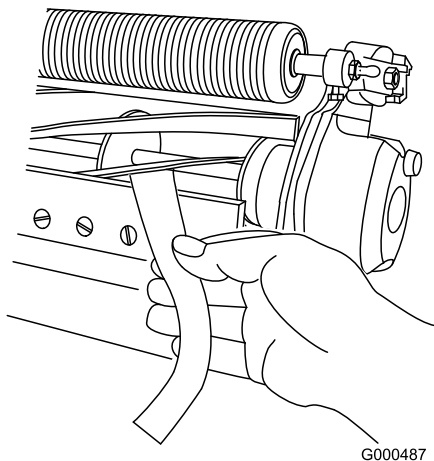

Figura 11
2. Dado della vite di regolazione della barra di appoggio (2)
B. Inserite una lunga striscia di carta per la verifica delle prestazioni di taglio tra il cilindro e la controlama, perpendicolarmente alla controlama (Figura 11), quindi **lentamente** ruotate il cilindro in avanti: dovrebbe tagliare la carta; se ciò non avviene, ripetete i passaggi **A** e **B** fino a quando non succede.
11. Inserite una lunga striscia di carta di verifica del taglio (n. cat. Toro 125-5610) tra il cilindro e la controlama, perpendicolarmente alla controlama (Figura 11), poi ruotate **lentamente** il cilindro in avanti: dovrebbe tagliare la carta; in caso contrario, ruotate ciascun bullone di regolazione della barra di appoggio in senso orario di uno scatto e ripetete questo passaggio finché la carta non viene tagliata.